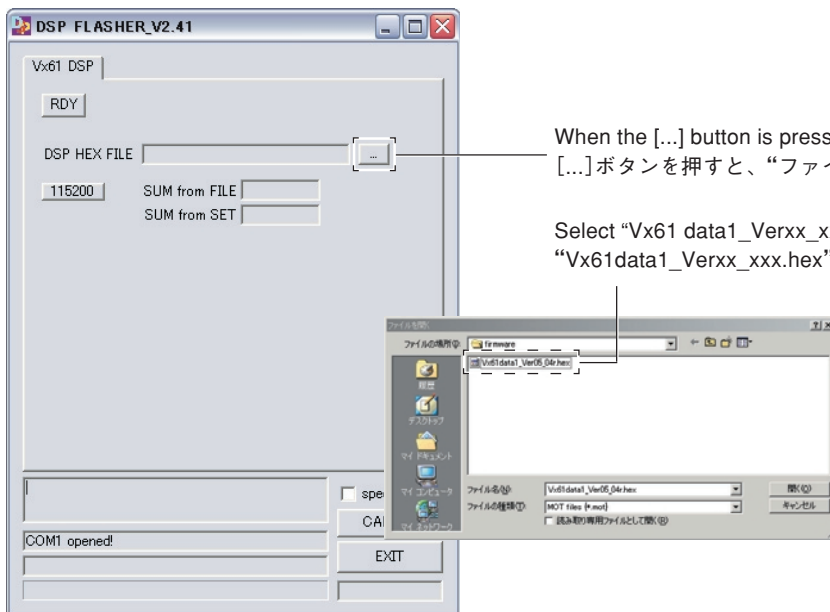

Fig. 7
4. Start up "DSP\_FLASHER.exe". Then the screen shown below is displayed. (Fig. 7)
5. Press the [...] button and select "Vx61 data 1\_Verxx\_xxx.hex". (Fig. 7)
4. DSP\_FLASHER.exeを起動します。すると下記画面が表示されます。(Fig. 7)
5. [...]ボタンを押し、“Vx61data1\_Verxx\_xxx.hex”を選択します。(Fig. 7)